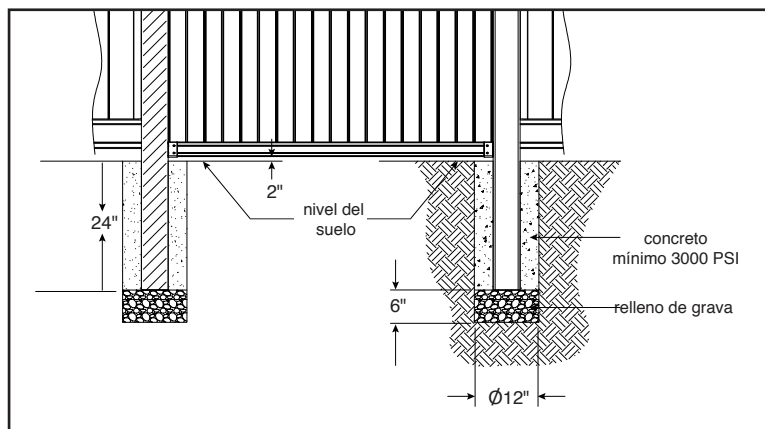

Figura 3
- Revise las medidas de la cerca. El tamaño actual de panel varía dependiendo de la descripción y número de modelo. Vea la Figura 2 para dimensiones específicas del panel. Use una cuerda para marcar para asegurarse que todos los hoyos estén alineados y verifique los espacios entre los hoyos. **¡Revise nuevamente todas las medidas!** Instale los postes en el suelo como se muestra en la Figura 3.
- Prepare los paneles pre-ensamblados para la cerca al resbalar la montura de las agarraderas dentro de los carriles con la parte abierta hacia arriba. Resbale la agarradera totalmente dentro del carril. Mientras que detiene la agarradera en su lugar, instale sujetando con un tornillo dentro del hoyo marcado. Coloque el tornillo al final de hoyo más cercano a la montura de la cara de la agarradera, como se muestra en la Figura 3. Esto sujetará temporalmente la agarradera al panel cuando coloque el panel completo dentro de los postes. Haga esto para todas las agarraderas en cada panel para la cerca antes de la instalación. Después, usted podrá resbalar las agarraderas hacia fuera para un ajuste perfecto si la abertura de su poste esta ligeramente más amplia que la dimensión sugerida.